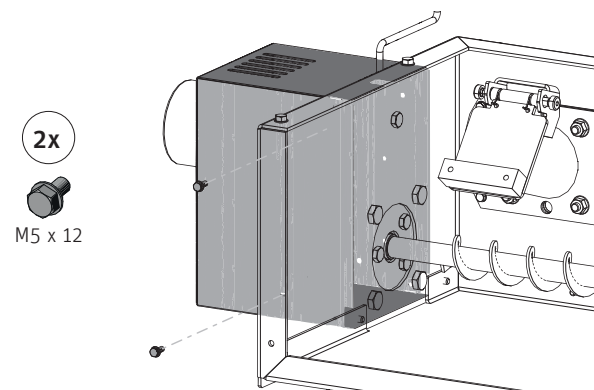

Fig. 225
► Abdeckung für Motor mit 2 Schrauben M5 x 12 montieren – Fig. 225.